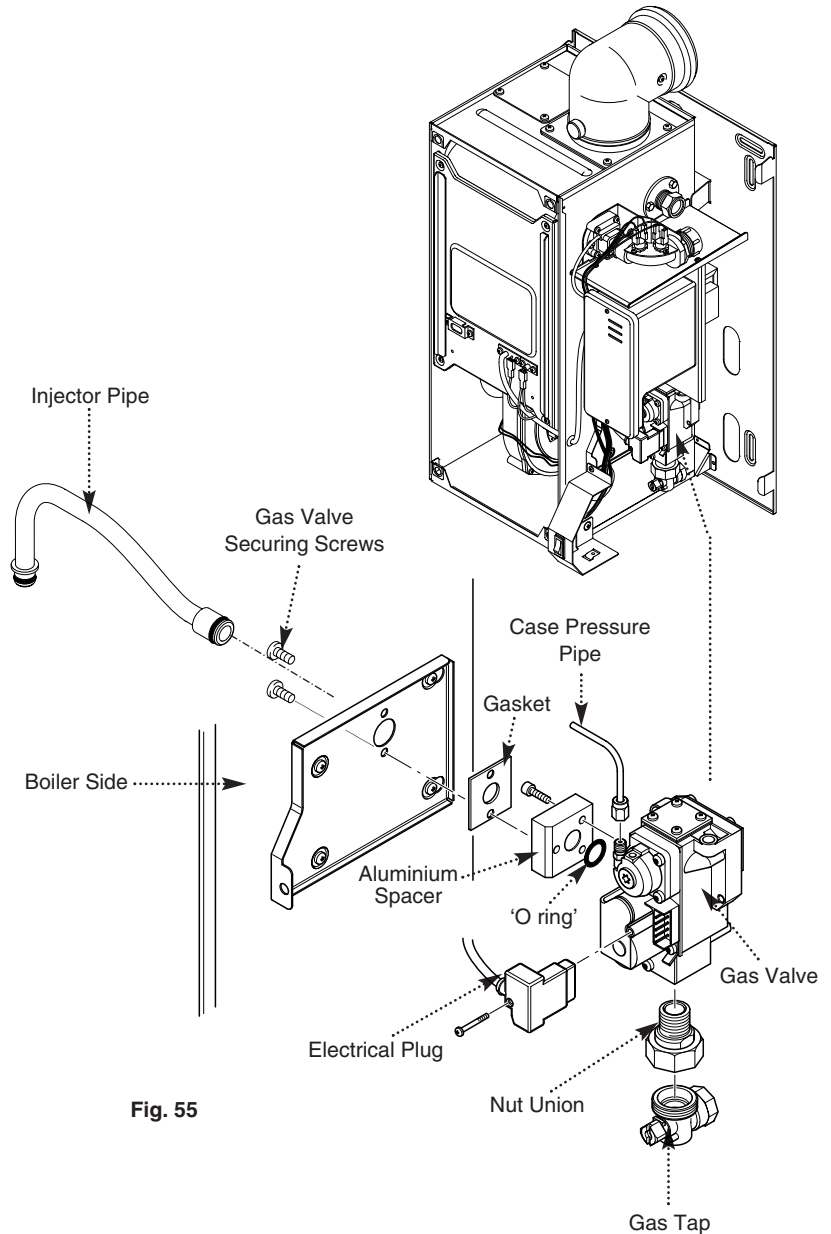

Fig. 55
13.9 Injector Pipe (Fig. 55)
13.10 Gas Valve (Fig. 55)